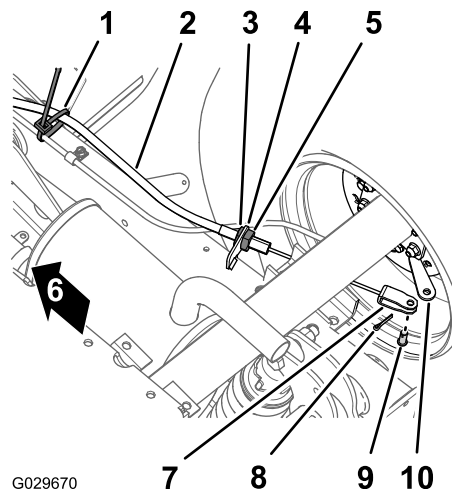

Рисунок 41
1. В нижней части автомобиля снимите кабельную стяжку, которая крепит трос стояночного тормоза к трубке рабочего тормоза (Рисунок 41).
2. Нанесите отметку углового положения в виде черты на передней контргайке троса стояночного тормоза (Рисунок 41).
3. Ослабьте заднюю контргайку и снимите трос с кронштейна троса тормоза (Рисунок 41).
4. Снимите шплинт и шплинтуемый штифт, который крепит вилку троса стояночного тормоза к рычагу привода тормоза, и отделите трос от рычага (Рисунок 41).
- Проложите резьбовой регулятор троса стояночного тормоза к кронштейну троса, а вилку к рычагу привода тормоза (Рисунок 41).
- Совместите резьбовой регулятор троса стояночного тормоза с кронштейном троса и затяните заднюю контргайку (Рисунок 41).